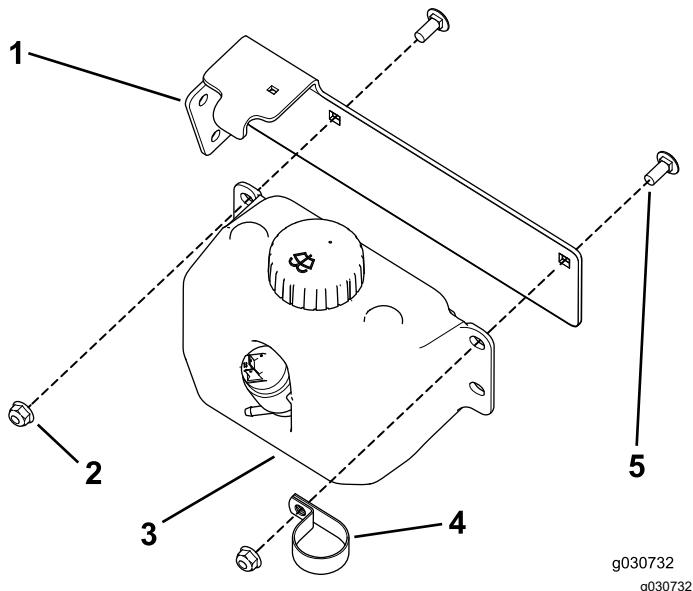

Bild 44
3. Befestigen Sie die Flasche für die Scheibenwaschanlagenflüssigkeit und die R-Klemme mit zwei Schlossschrauben (5/16" x 3/4") und zwei Bundmuttern an der Behälterbefestigung (Bild 44).